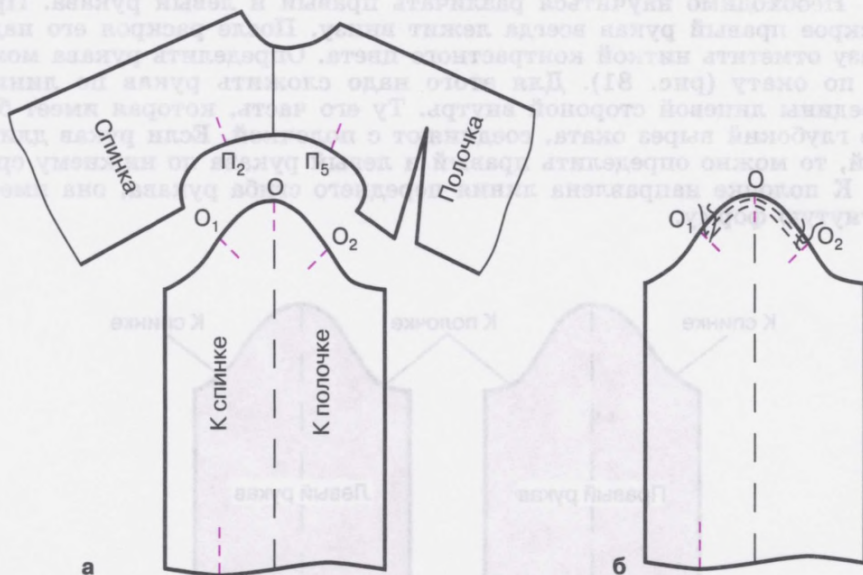

Рис. 82. Разметка контрольных точек на срезе проймы изделия и по окату рукава (а) и прокладывание машинных строчек для сборки (б)
После раскроя изделия на деталях рукава и на срезах пройм отмечают контрольные точки мелкими ручными стежками нитками контрастного цвета (рис. 82, а).
Для того чтобы рукав выглядел красиво и не стеснял движения руки, линию оката рукава делают шире проймы изделия на 4—6 см. Лишнюю ткань собирают на сборку по окату рукава и равномерно распределяют по всей линии оката (рис. 82, б).
1. Проложить по окату рукава на расстоянии 15 мм от среза две машинные строчки (длина стежка 4 мм) для сборки (см. рис. 82, б).